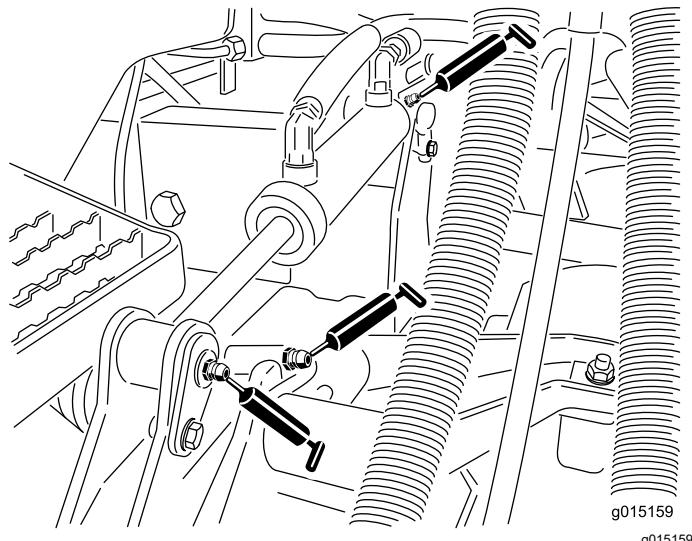

Bild 72
- Hubarmbüchsen (1 pro Schneideeinheit) (Bild 72)
- Hubzylinderbüchsen (2 pro Schneideeinheit) (Bild 72)